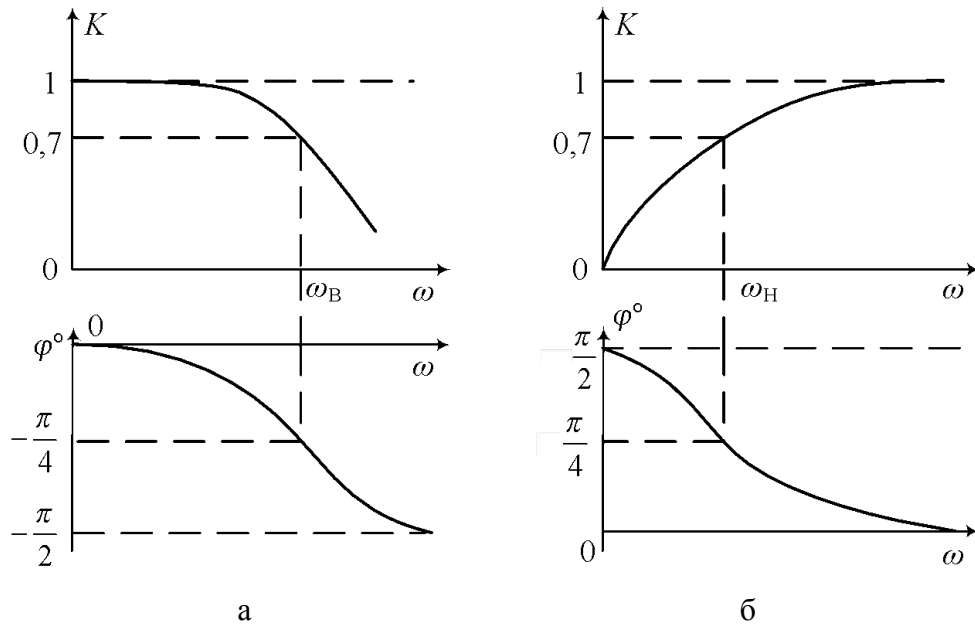

Рис.1.2. Амплитудно- и фазочастотные характеристики интегрирующей (а) и дифференцирующей (б) цепей
На рис. 1.2 показаны амплитудно-частотные (АЧХ)  $k(\omega)$  и фазочастотные (ФЧХ)  $\varphi(\omega)$  характеристики интегрирующей и дифференцирующей цепей. Если считать граничной частотой пропускания цепи ту частоту, на которой  $k(\omega)$  уменьшается в  $\sqrt{2}$  раз (0,7 от первоначального значения), то она связана с постоянной времени цепи соотношением  $\omega = 1/\tau$ , где  $\tau = RC$  – постоянная времени цепи.
Значение  $\tau$  можно определить по переходной характеристике  $RC$ -цепей (см. рис. 1.2). Интегрирующая цепь имеет характеристику фильтра низких частот, дифференцирующая – фильтра высоких частот.
4) Исследовать переходные характеристики интегрирующей цепи. Для этого на вход цепи подавать с многофункционального генератора прямоугольные импульсы амплитудой 1 В, периодом колебаний 6 мс, длительностью 3 мс. Зарисовать форму выходных импульсов. По осциллограмме определить постоянную времени цепи в соответствии с рис. 1.2. сравнить полученную величину с результатами расчетов п. 3.